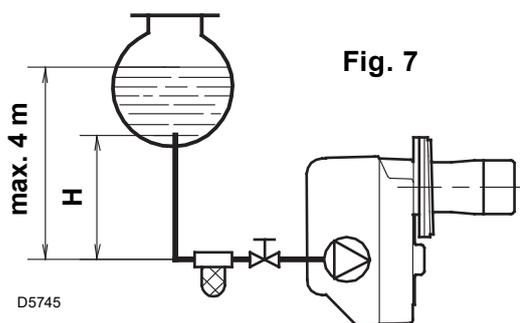
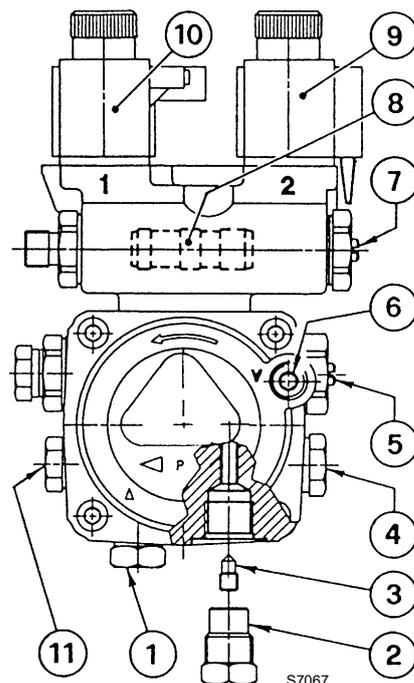

Fig. 7
Fig. 8
- La pompe est prévue pour un fonctionnement en bitube. Pour le fonctionnement en mono-tube, il faut dévisser le bouchon de retour (2), enlever la vis de by-pass (3) et ensuite revisser le bouchon (2), (voir Fig. 8).
Dans l'installation en Fig. 7, il faut desserrer le raccord du vacuomètre (6, Fig. 8) jusqu'à la sortie du combustible.